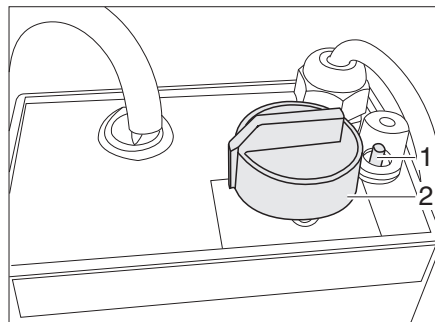

Bild 110 Regler für elektrische Fußbodenerwärmung
- Den Drehregler (Bild 110,2) auf die gewünschte Heizstufe drehen.
- Den Drehregler (Bild 110,2) auf Stellung "0" drehen.
Wenn der Regler überlastet wird, spricht der Überlastungsschutz an. Der Stift (Bild 110,1) springt heraus.
- Den Stift (Bild 110,1) am Überlastungsschutz eindrücken, wenn der Regler abgekühlt ist.